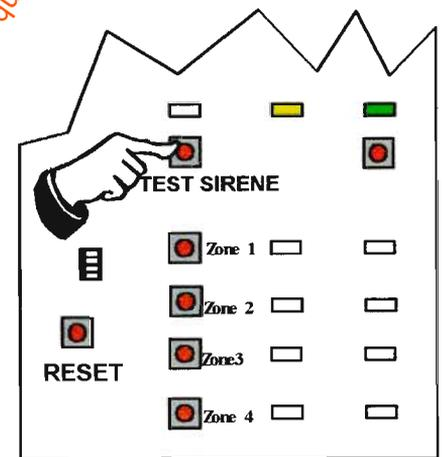

Figure 23
- Appuyer ensuite 2 secondes environ sur le bouton TEST SIRENE de la centrale jusqu'à l'allumage simultané en fixe des deux voyants (fig 23)